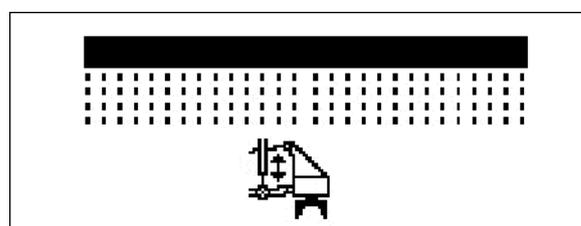

Fig. 46
1.  Présélectionnez **KG** (Fig. 46).